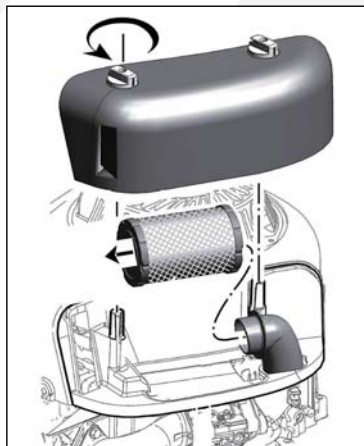

Fig. 36
1. Afloje las fijaciones y retire la cobertura. (Fig. 36)